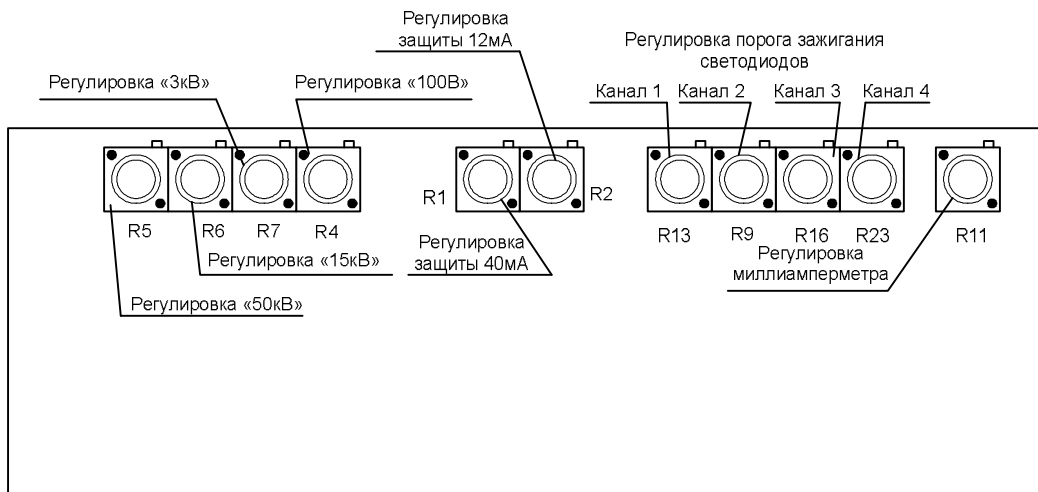

Рис. 4. Схема размещения регулировочных резисторов на плате блока управления.
- Отрегулировать показания киловольтметра стенда регулировочными резисторами, расположенными на плате блока управления (см. рис.4). Плата закреплена на тыльной стороне лицевой панели блока управления.
- Включив сектор «15кВ». Установив необходимое значение выходного тока по образцовому миллиамперметру в пределах 0 – 10 мА, произвести регулировку миллиамперметра стенда (при необходимости) регулировочным резистором R11 (см. рис.4).
- Собрать схему, изображенную на рисунке 3. Переключатель S3 «Ток утечки» поставить в положение «1». Включить сектор «15кВ». Установить выходной ток 7,6 мА. Регулятором R13 (см. рис.4) отрегулировать порог зажигания светодиода 1-го канала. Переключая нагрузку на второй - четвертый канал токосъемника испытательной ванны и переключатель «Ток утечки» в положение «2» - «4», отрегулировать резисторами R9, R16, R23 порог зажигания светодиодов каналов 2 - 4.